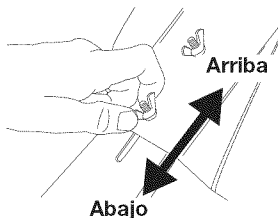

Fig. 4
- Verifique que el hombro cuadrado de los pernos haya atravesado los orificios ranurados del soporte de la rueda. Ajuste las tuercas de mariposa (Fig. 4).
4. Agáchese en la posición de salida (Fig. 4). No exprima la válvula reguladora, tire de la cuerda del arrancador con un movimiento controlado hasta que la unidad comience. Espere y permita que la unidad esté desocupada por 60 segundos.